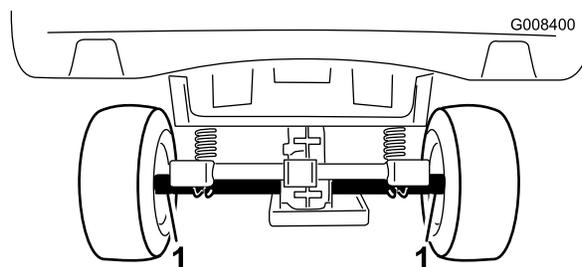
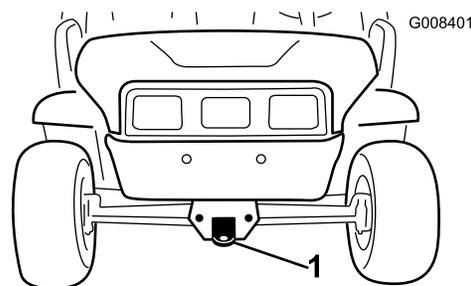

Figure 15
Figure 16
Utilisez une remorque pour transporter le véhicule sur de longues distances. Le véhicule doit être solidement arrimé sur la remorque. L'emplacement des points d'attache est indiqué à la Figure 15 et Figure 16.
2. Accrochez un câble de remorquage à la flèche d'attelage à l'avant du châssis (Figure 16).